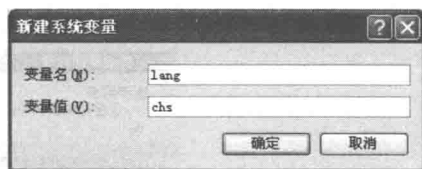

图 1.11 新建系统变量
(4) 单击【Administrator (或用户名) 的用户变量】栏中的【新建】按钮，弹出如图 1.11 所示对话框。在该对话框中可以输入变量名和变量值。
(5) 在【变量名】文本框中输入 lang(language 的缩写)，在【变量值】文本框中输入 chs(Chinese 的缩写)，单击【确定】按钮。